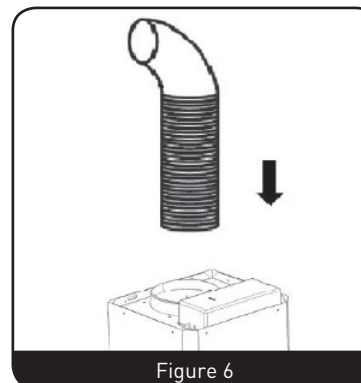

Figure 6
4. Si votre hotte aspirante doit être utilisée dans le mode d'extraction, vous devez raccorder la gaine à l'adaptateur de plafond à ce point. (Figure 6)